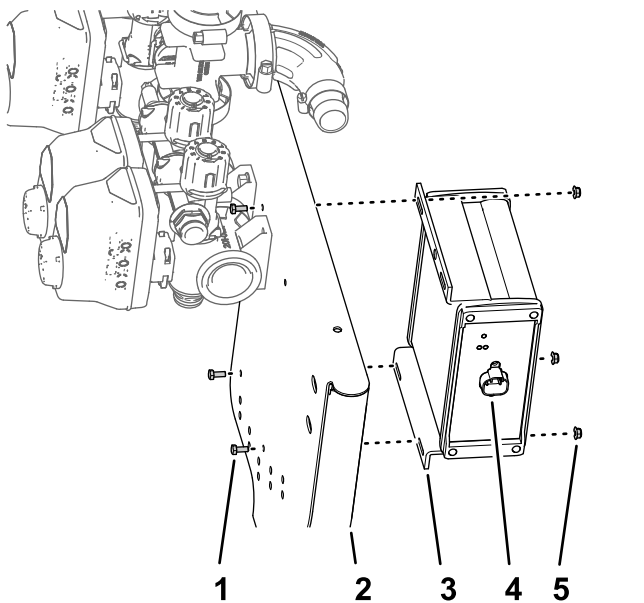

Figura 96
1. Alinhe o controlador do pulverizador ASC 10 para o lado dianteiro da montagem da válvula com o conector de quatro pinos para fora (Figura 96).
2. Monte o controlador do pulverizador na montagem da válvula (Figura 96) com os quatro parafusos (3 x 10 mm) e as quatro porcas de bloqueio flangeadas (3 mm).